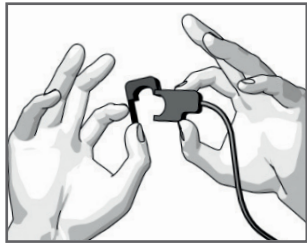

Fig. 4
1. Tirez sur l'attache pour ouvrir le mini capteur CT (Fig. 4).